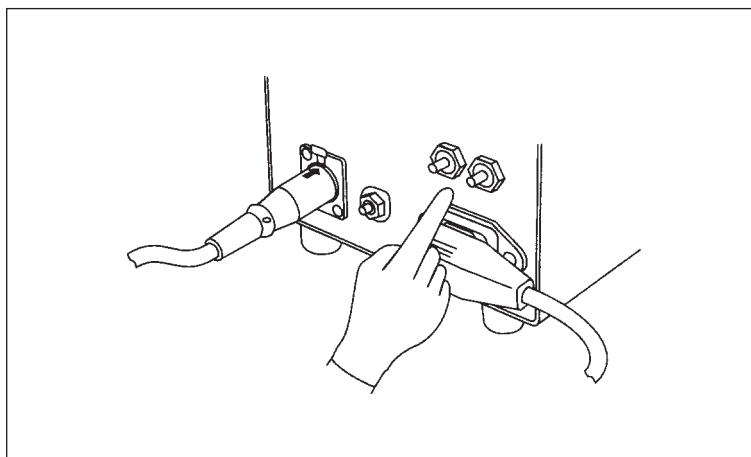

Рис. 4.2
3. Сетевой Выключатель установите в положение OFF. Отключите Сетевой Электрошнур от Сетевой Настенной Электророзетки и нажмите кнопку автоматического выключателя и погружайте её до появления характерного щёлкающего звука (См. рис. 4.2)